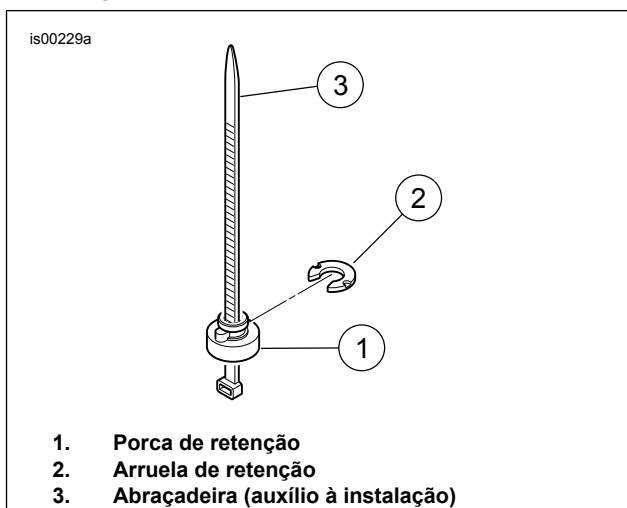

Figura 3. Instalação da porca de retenção
4. Veja Figura 3. Uma abraçadeira pode ser usada para ajudar na remoção e na instalação da porca e da arruela de retenção. Coloque a porca de retenção (1) sobre a abraçadeira (3) para que a extremidade larga da porca permaneça no olho da abraçadeira. Enrosque a abraçadeira por baixo do pára-lama e através do furo da extremidade traseira do pára-lama. Puxe a abraçadeira para manter a porca bem apertada contra o lado de baixo do pára-lama.